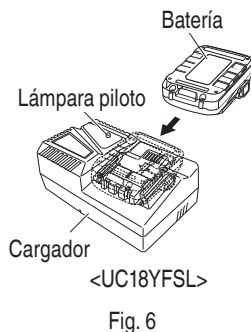

Fig. 6
2. Inserte la batería en el cargador de baterías. Inserte la batería en el cargador de baterías como muestra en la Fig. 6.